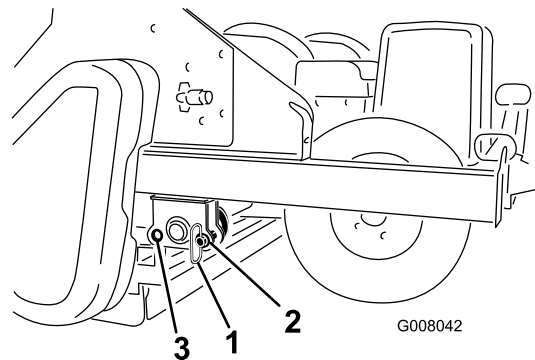

Bild 23
1. Nehmen Sie die Parkstifte aus dem hinteren Loch heraus (Bild 23).
3. Setzen Sie die Einlagerungsstifte in das vordere Loch ein (Bild 23).